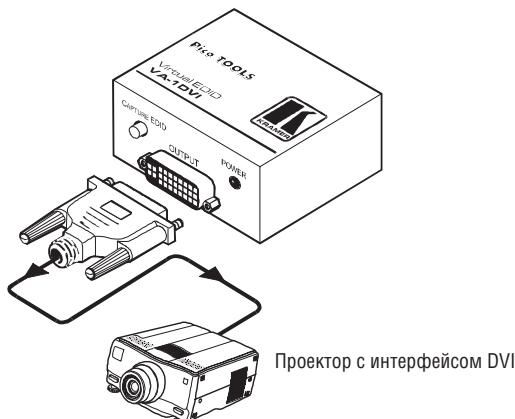

Рис. 2. Подключение VA-1DVI к устройству отображения для считывания EDID
Подключение **VA-1DVI** к устройству отображения информации для считывания EDID иллюстрирует рис. 2:
2. Подключите выход источника питания к разъему питания *12V DC*, а источник питания к розетке электросети (не показано на рис. 2). Убедитесь, что светодиод *POWER* светится. Включите питание проектора.